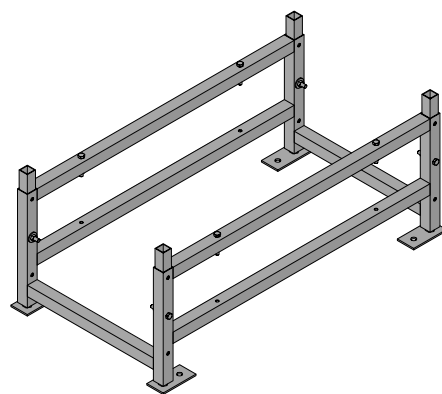

Fig. 42
- Kit piedistallo (**Fig. 42**).